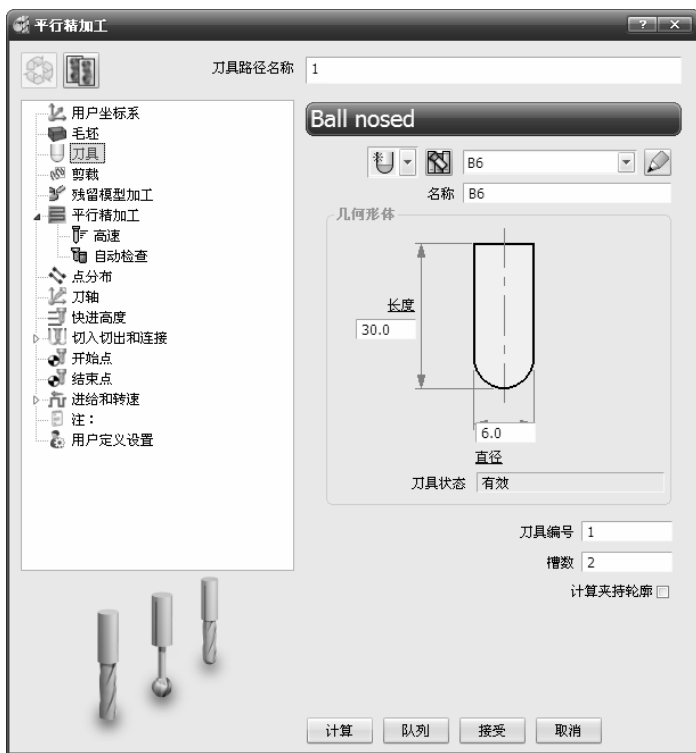

图 2-122 “平行精加工”对话框
6) 单击主工具栏上的“刀具路径策略”按钮，弹出“策略选取器”对话框，单击“精加工”选项卡，选中“平行精加工”选项，单击“接受”按钮，弹出“平行精加工”对话框，如图 2-122 所示。